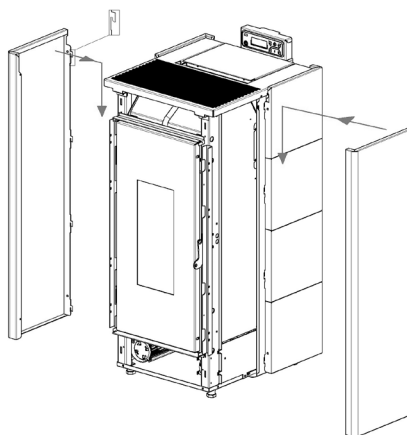

Fig. 39 - Enganche los paneles
- Enganche los paneles de color: empotre la parte delantera entre las guías presentes en la estufa, a continuación enganche por detrás usando los dientecitos (vea **Fig. 39**).